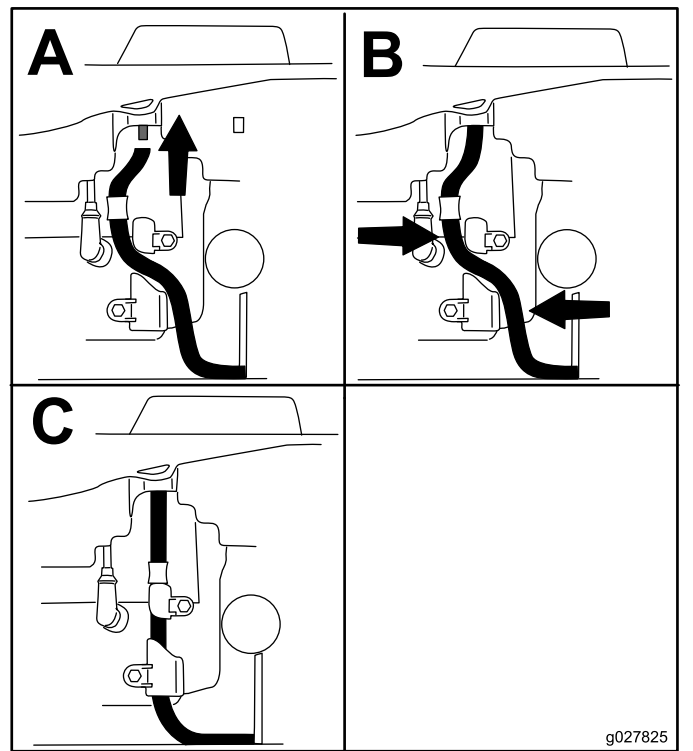

Figure 35
5. Installez le flexible de vidange comme montré à la Figure 35.